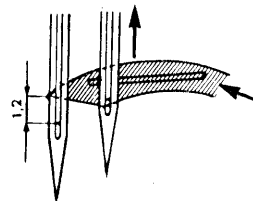

fig. 5
- Controllare che la punta del crochet, nella sua corsa verso sinistra, quando e' a filo della tangente sinistra dell'ago esterno, si trovi a mm 1,2 al di sopra della tangente superiore del foro dell'ago esterno (fig. 5)